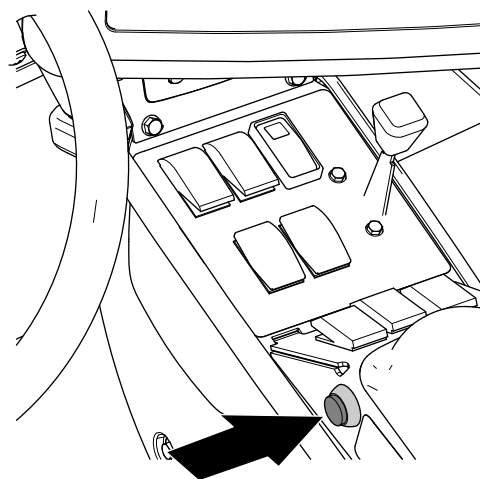

Figura 163
7. Premete l'interruttore della sezione principale sulla macchina portandolo in posizione di ACCENSIONE (Figura 163).